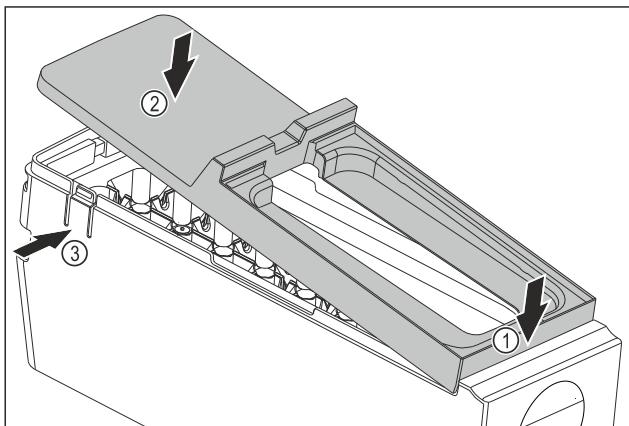

Fig. 86
- Montáž krytu korpusu EasyTwist-Ice: Kryt nasadte vpred. Fig. 86 (1)
- Kryt spusťte dozadu. Fig. 86 (2)
- Kryt počutelné zapadne od oboch stranev Fig. 86 (3).